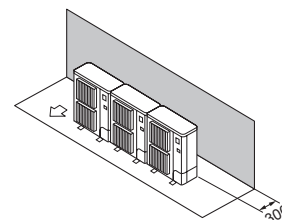

Fig. 2-13
- ① Enbart hinder på baksidan (Fig. 2-13)